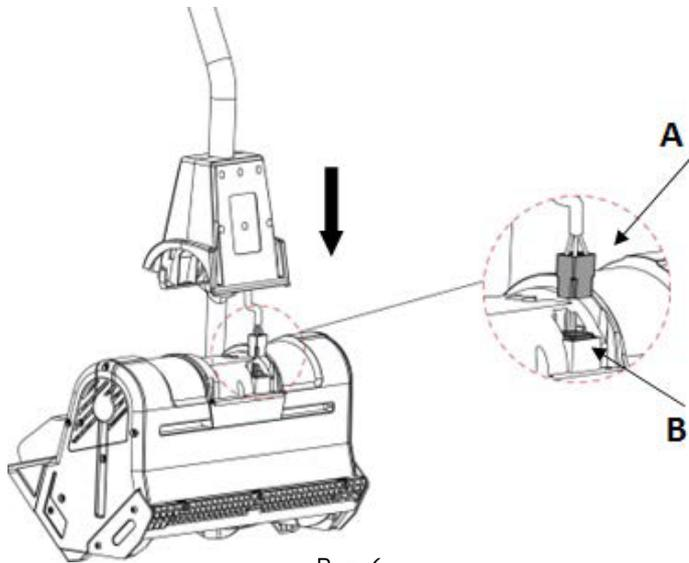

Рис. 6
Перед установкой штанги снегоборщика на корпус двигателя вставьте штекер (A) в посадочное гнездо (B). Далее совместите корпус крепления штанги с корпусом двигателя (Рис. 6).